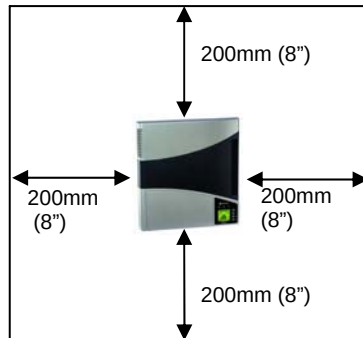

Fig.5 Luogo di installazione
- Lasciare sufficiente spazio intorno all'unità per facilitare installazione e manutenzione (vedi Fig. 5).